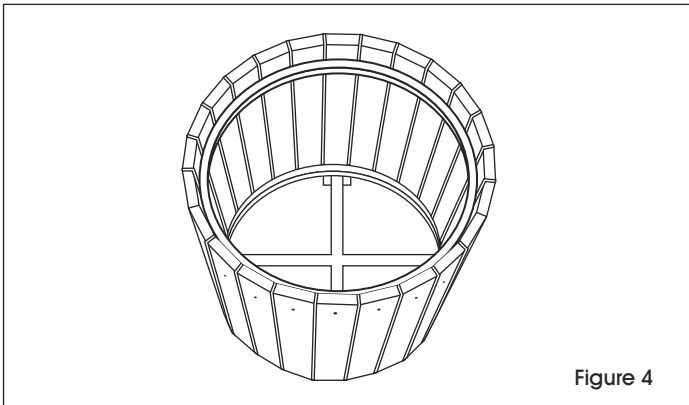

Figure 4
7. En suivant les directives indiquées dans les étapes 2, 3 et 4, alignez l'anneau du haut avec les planchettes en bois résiné, et répétez le processus jusqu'à ce qu'elles soient toutes fixées à l'anneau. Vous pouvez maintenant serrer tous les boulons tout en vérifiant l'uniformité d'assemblage de la poubelle. (Voir Figure 4)